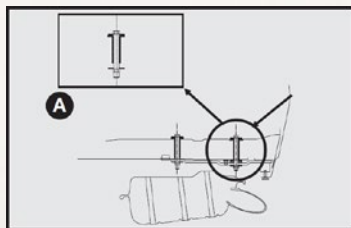

fig. 12
- Efectuar un barreno traspasado en el vehículo con un diámetro de 11 mm traspasado desde el piso inferior (vea el detalle A-fig.12) siguiendo las líneas esquemáticas.